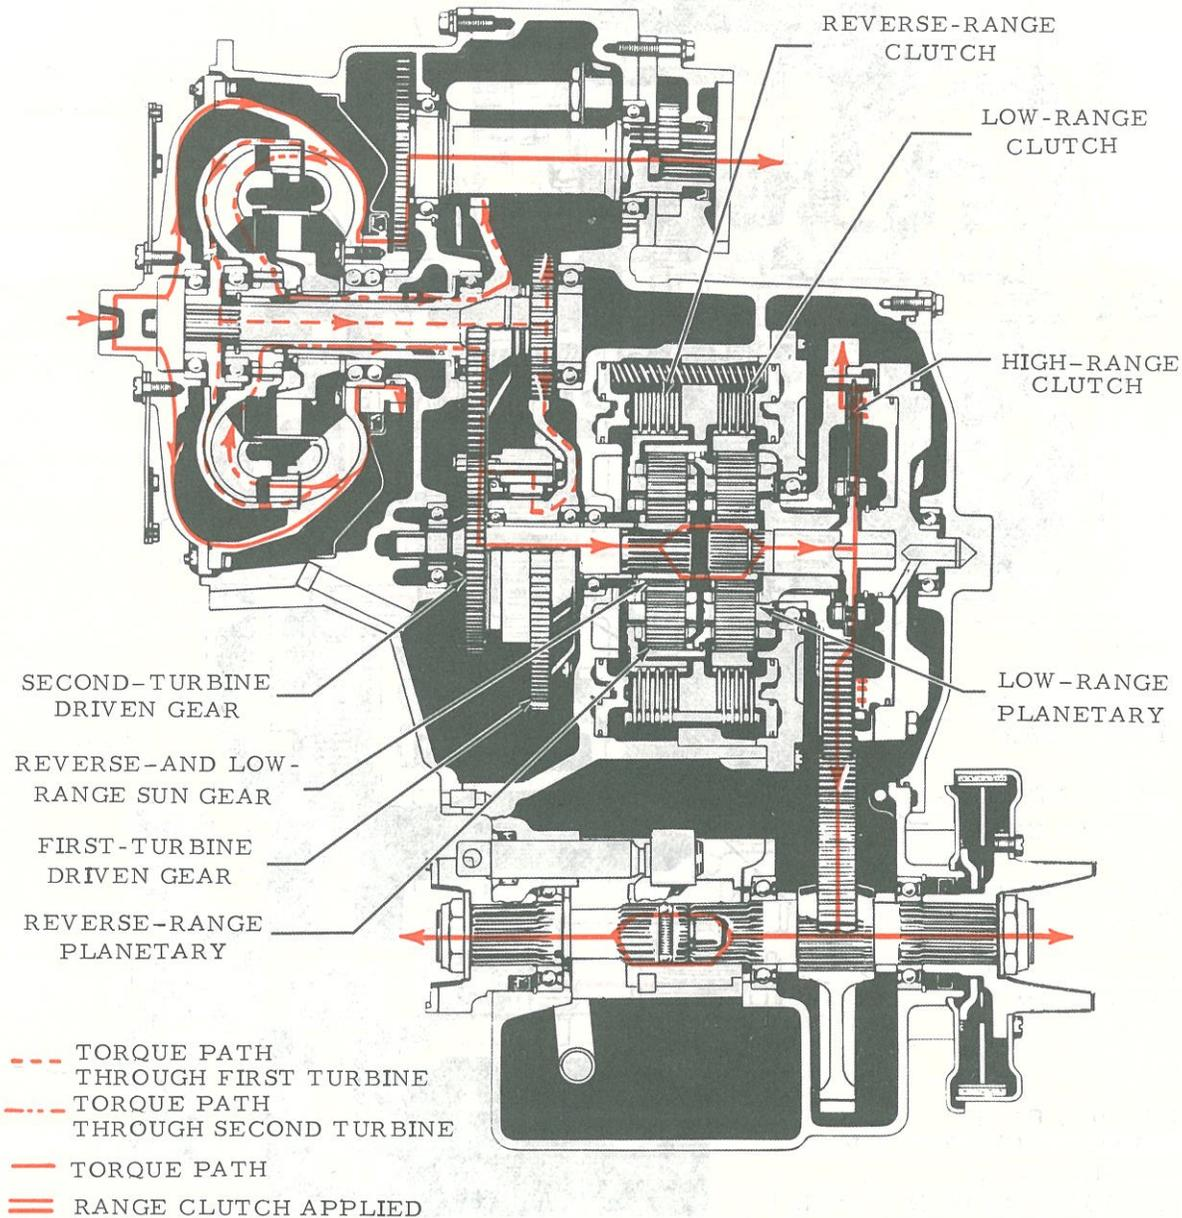

FIG. 8 HIGH RANGE TORQUE PATH
2.16 HIGH RANGE -- TORQUE PATH (Fig. 8)